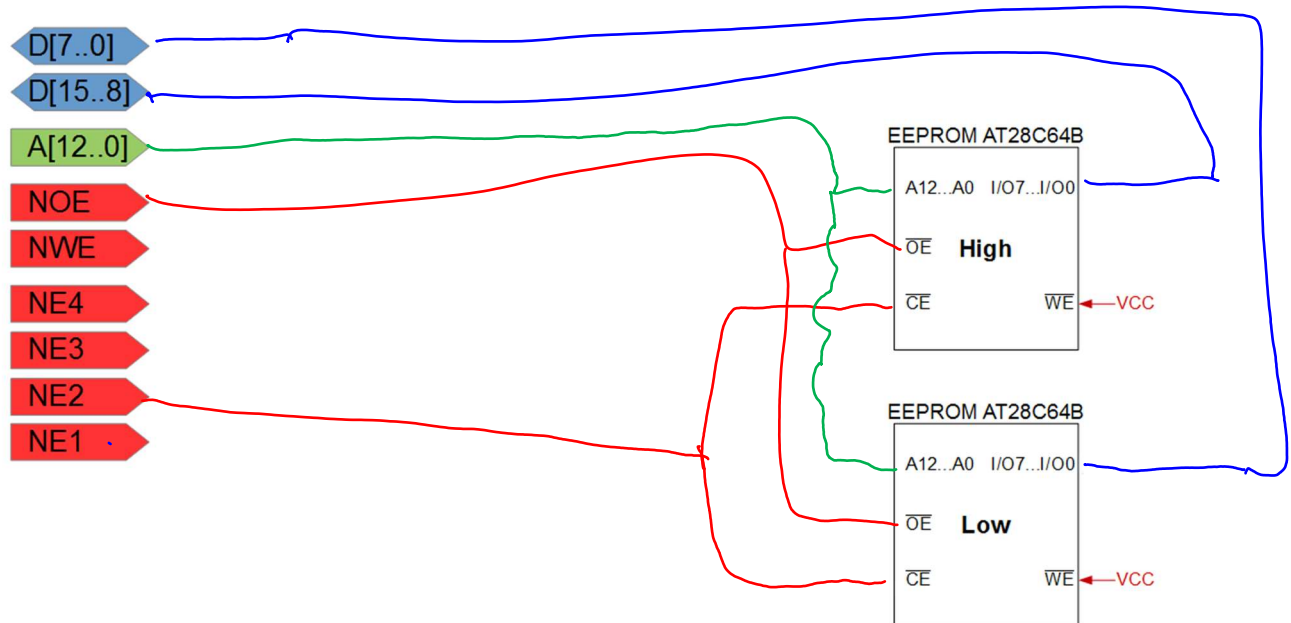

Abbildung 3: Anschluss von zwei 8K x 8-Bit EEPROMs an einem 16-Bit Datenbus
- b) Zeichnen Sie in Abbildung 3 ein, wie die Bausteine an das CT Board angeschlossen werden müssen.